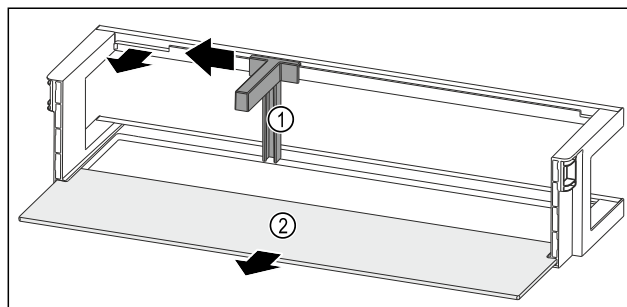

Fig. 106 Türabsteller mit Flaschenhalter und Abstellfläche
- Flaschenhalter Fig. 106 (1) bis zur Aussparung zur Seite schieben.
- Flaschenhalter Fig. 106 (1) entnehmen.
- Abstellfläche Fig. 106 (2) entnehmen.